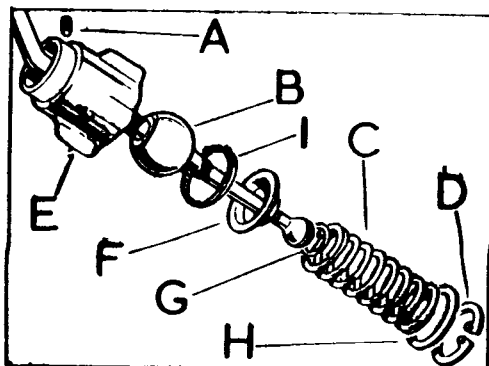

Fig. C-68 Caja de la palanca de cambio
- 1.2. Extraer el arillo, D (Fig. C-68) de la caja de la palanca y retirar la placa retén, H, muelle, C, asiento esférico, F, la arandela de caucho, I, la palanca, B y el tornillo prisionero, A.